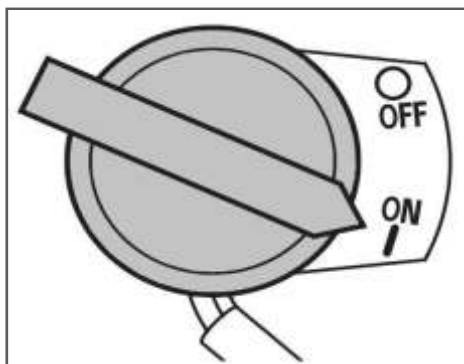

Рис. 11
5. Выключатель зажигания переведите в положение «ON» (Включено) (Рис. 11).